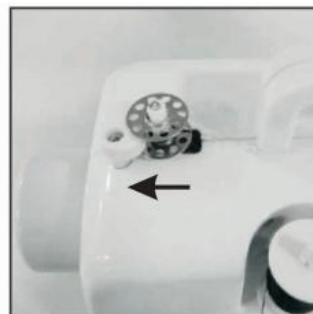

Fig. 13
3. Nasadte spodní cívku na kolík navíječe a několikrát naviňte nit ve směru hodinových ručiček (Fig. 13).